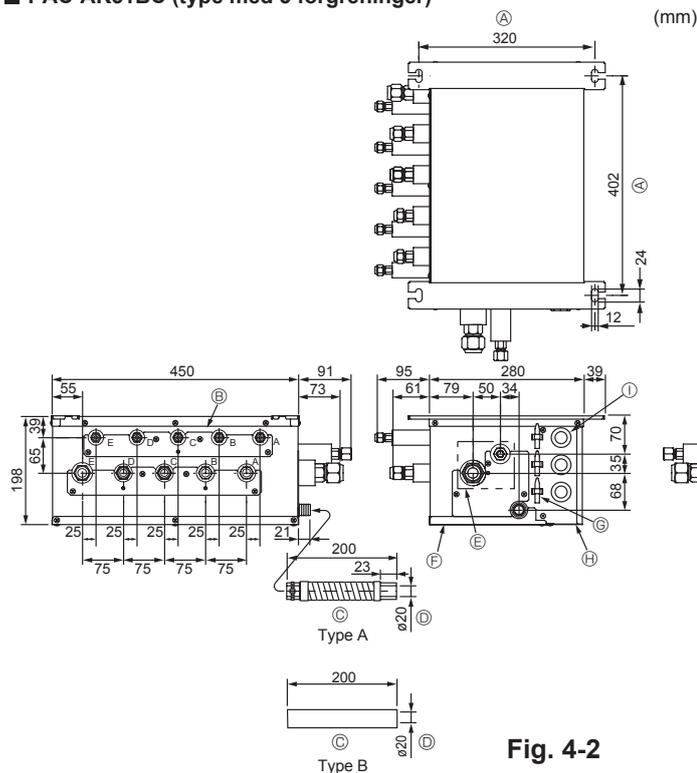

Fig. 4-2
■ PAC-AK51BC (Fig.4-2)
- Monter ophængningsboltene (anskaffes lokalt) med den angivne afstand. (Fig. 4-2, 4-3)